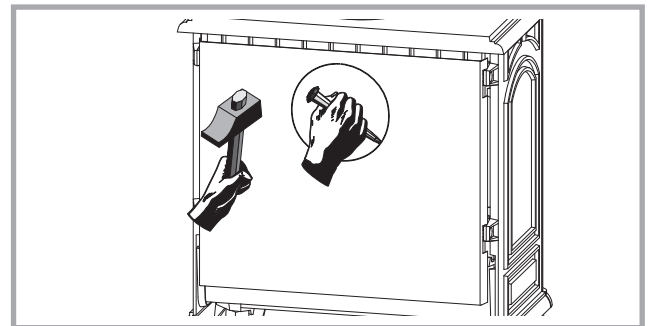

Figure 3 - Découpe de l'écran pare-chaleur
- Replacer l'écran pare-chaleur arrière après avoir découpé l'emplacement du départ fumée (fig. 3, p. 5).